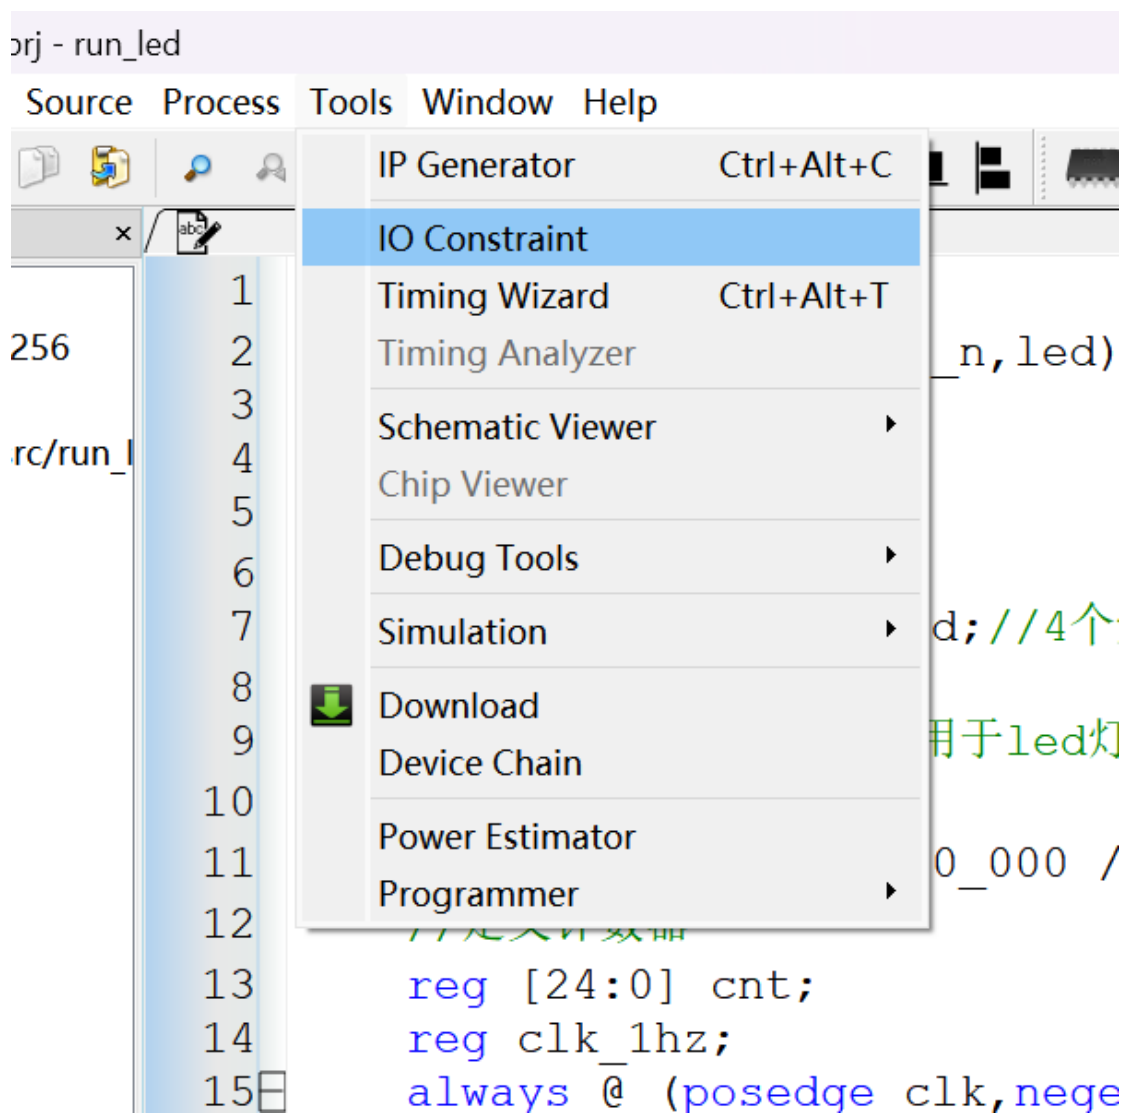

图 28 准备分配引脚
1. 选择 **TOOLS->IO Constraint** 进行分配引脚。所对应的引脚信息通过查看开发板手册了解。如图 28 所示。